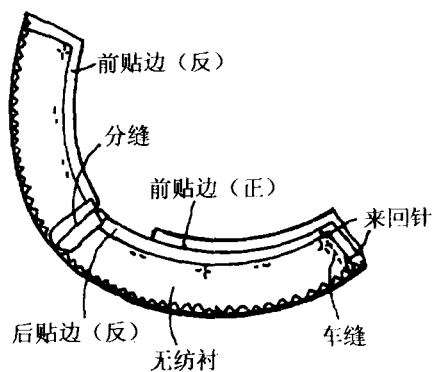

图 1-7
7. 缝合腰口贴边。将腰口前后贴边正面相对,顺侧缝车缝,然后将缝份分缝烫平。见图 1-7。